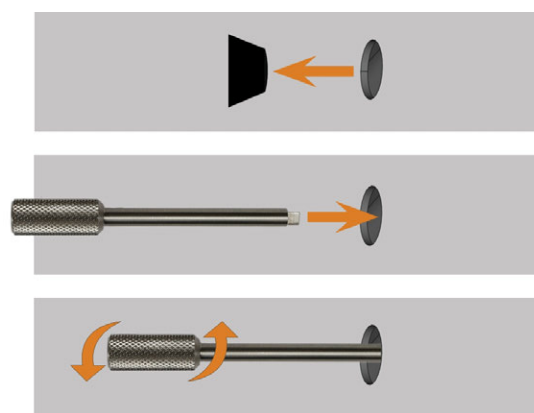

FIG. 47 USO DE LA LLAVE PARA EL DESBLOQUEO DE EMERGENCIA
3. Desactive el bloqueo de seguridad de la puerta de la cámara de trabajo, como se muestra en la figura (Fig. 47 abajo):